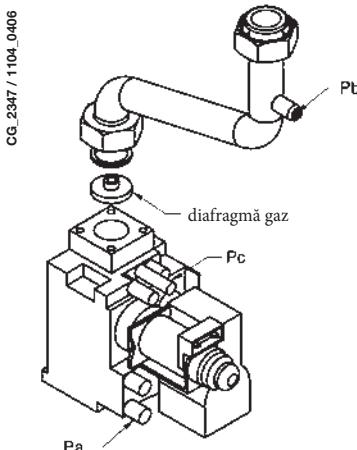

Figura 10
- înlocuiți diafragma de pe vana de gaz (figura 10). Diametrul diafragmei este indicat în tabelul 2.
- Conectați priza de presiune pozitivă a unui manometru diferențial (dacă e posibil, pe bază de apă) la priza de presiune (**P_b**) a vanei de gaz (Figura 10). Numai pentru modelele cu cameră etanșă, conectați priza negativă a manometrului la un racord în "T" care să permită conectarea împreună a prizei de compensare a centralei, a prizei de compensare a vanei de gaz (**P_c**) și a manometrului. (Aceeași măsurătoare poate fi efectuată prin conectarea manometrului la priza de presiune (**P_b**) după ce a fost scos panoul frontal al camerei etanșe.) O măsurare a presiunii la arzătoare efectuată prin metode diferite de cele descrise s-ar putea dovedi eronată, întrucât nu ar ține cont de presiunea joasă creată de ventilator în camera etanșă.
- verificați ca presiunea dinamică de alimentare a centralei, măsurată la priza de presiune (**P_a**) a vanei de gaz (Figura 10) să fie cea corectă (30 mbar pentru propan sau 20 mbar pentru gaz natural).
- Reglați șurubul "pmax/pmin" (figura 10) până la obținerea valorii de presiune indicate în Tabelul 1.